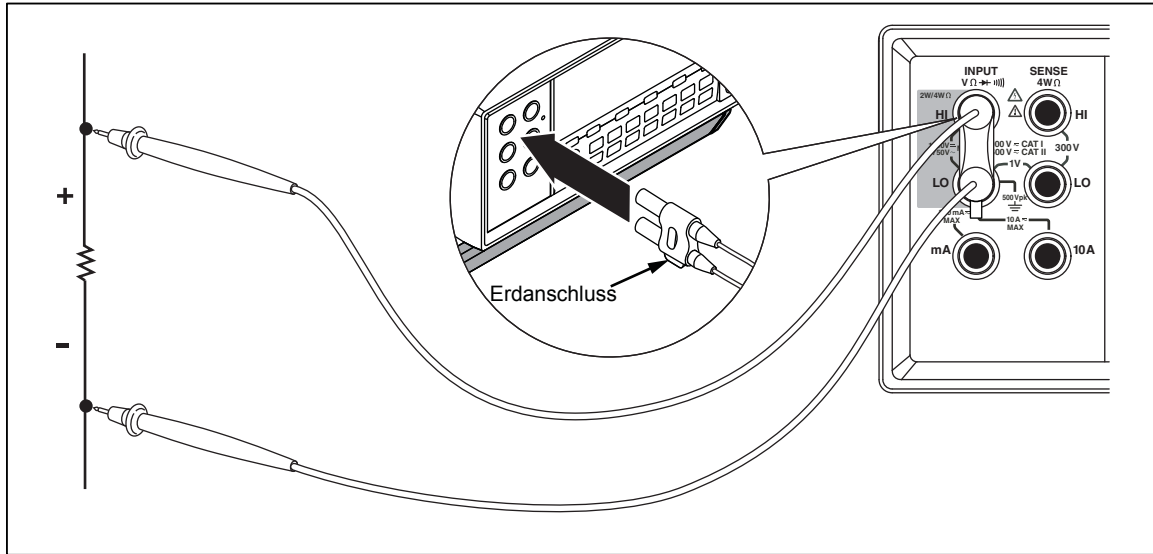

Abbildung 3-7. Eingangsanschlüsse für 4-Draht-Ohm mit 2x4-Draht-Messleitungen
1. Die Messleitungen gemäß Abbildung 3-7 an die Eingangsanschlüsse des Messgeräts anschließen.